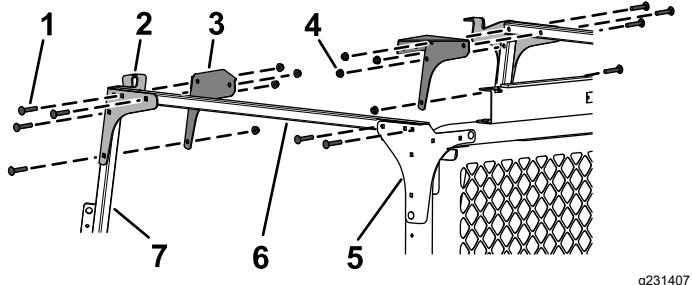

Figura 35
- Sujete provisionalmente los tubos de enlace transversal a los soportes traseros y a las chapas de unión traseras con 4 pernos de cuello cuadrado (5/16" x 1 $\frac{3}{4}$ ") y 4 tuercas con arandela prensada (5/16"), como se muestra en Figura 35.
- Instale provisionalmente los soportes delanteros y las chapas de unión delanteras a los tubos de enlace transversal y a los montantes del parabrisas con 8 pernos de cuello cuadrado (5/16" x 1 $\frac{3}{4}$ ") y 8 tuercas con arandela prensada (5/16"), como se muestra en Figura 35.